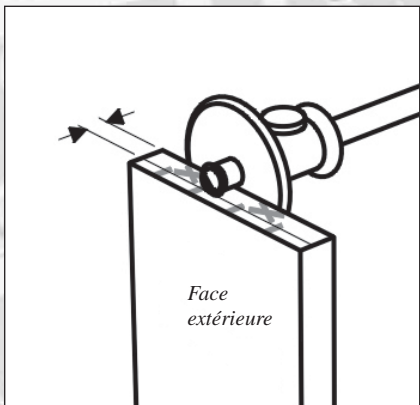

FIGURE 22 : Tracé au trusquin. Celui-ci est réglé à la profondeur des queues mâles.
3. La profondeur des queues femelles peut être marquée comme avec les queues traversantes, il est cependant préférable de tracer au trusquin (figures 22 & 23). La hauteur des queues mâles correspondra à l'épaisseur de la façade moins l'épaisseur voulue en dépasement.